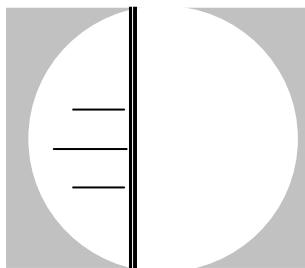

Abbildung 5-7 Zwei Linien kommen sich näher
1. Drehen Sie die Augenmuschel, bis die zwei Linien innerhalb des Okulars sehr scharf sind. (Siehe Abbildung 5-7)
2. Drehen Sie die Mikrometerschraube bis sich die beiden dünnen Linien näher kommen. Der Spalt zwischen den beiden Linien verengt sich soweit, bis sie sich berühren und kein Spalt mehr zu erkennen ist. In diesem Augenblick ist das Licht zwischen den zwei Linien sehr schwach. (Siehe Abbildung 5-7)